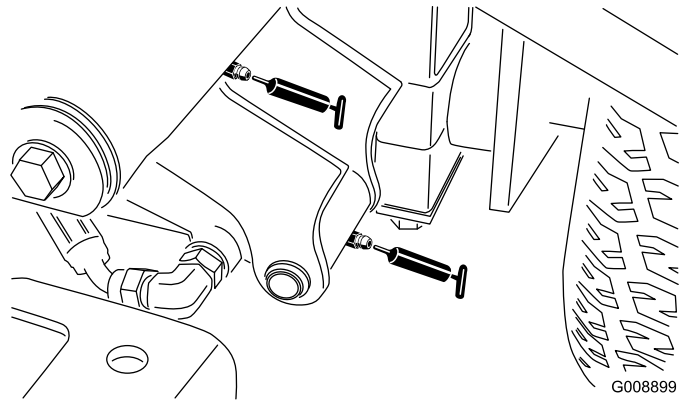

Figura 38
- Pivote y cilindro de elevación del brazo de elevación delantero izquierdo (2 (Figura 38))